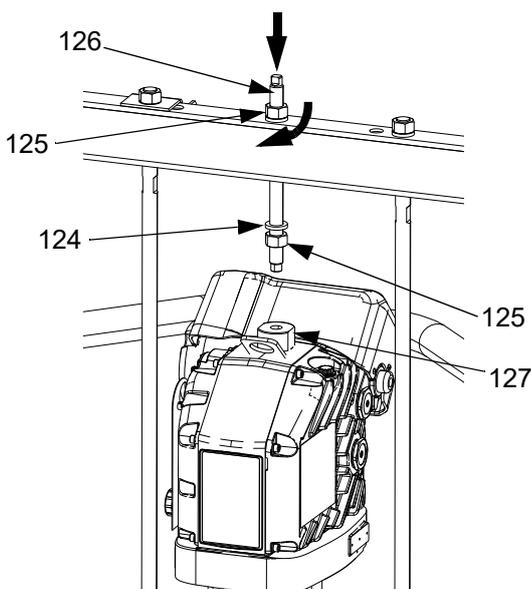

FIG. 52
1. Utilizando um guincho adequado, insira tirantes na bomba de volumétrica (AC) e prenda o acionador (AB) à bomba (AC).
- b. Instale a haste roscada (126) através do orifício no centro da travessa. Instale as anilhas (124) e porcas (125) de travamento na haste roscada (126), tanto acima como abaixo da travessa. Utilize uma chave inglesa para prender o adaptador do anel (127) e aperte a haste roscada (106) de encontro ao adaptador do anel (127) utilizando outra chave inglesa. Consulte a FIG. 52.
- c. Aperte a porca (125) abaixo da barra de cruzamento para 25 pés-lb (34 N•m) no máximo.
- d. Aperte a porca (125) acima da barra de cruzamento para prender o acionador (AB) no lugar.